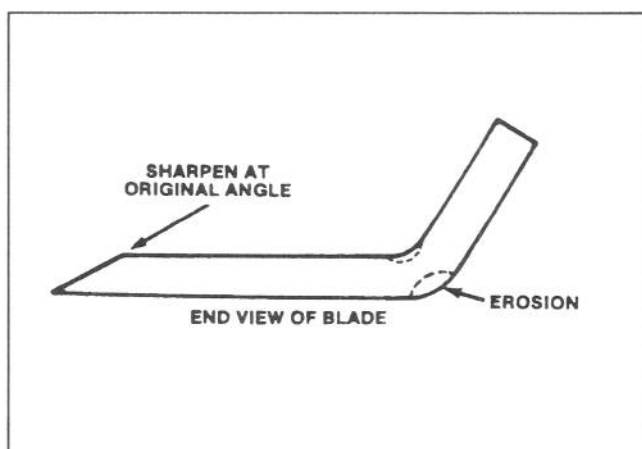

Figure 16
Vérifier la lame de coupe chaque fois que la machine est mise debout. Si le boulon retenant la lame est desserré, le serrer de 6,2 à 8,1 kg/m. Si la lame ou la courbure (Fig. 16) à l'extrémité de la lame est usée ou fêlée, remplacer la lame. La remplacer également si elle est tordue ou déséquilibrée. Toujours utiliser les véritables lames de rechange TORO, afin d'assurer la sécurité et une performance optimale. **NE JAMAIS UTILISER UNE LAME DE REMPLACEMENT WILL-FIT.**
7. A l'aide d'une lime, aiguiser le tranchant aux deux extrémités de la lame (Fig. 16).